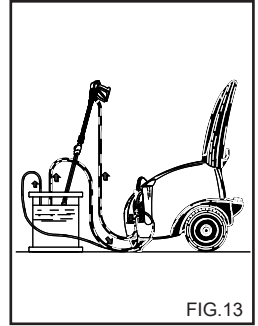

FIG. 13
**OPERAÇÕES PARA A UTILIZAÇÃO DE PRODUTO ANTICONGELAMENTO. (Fig. 13)**